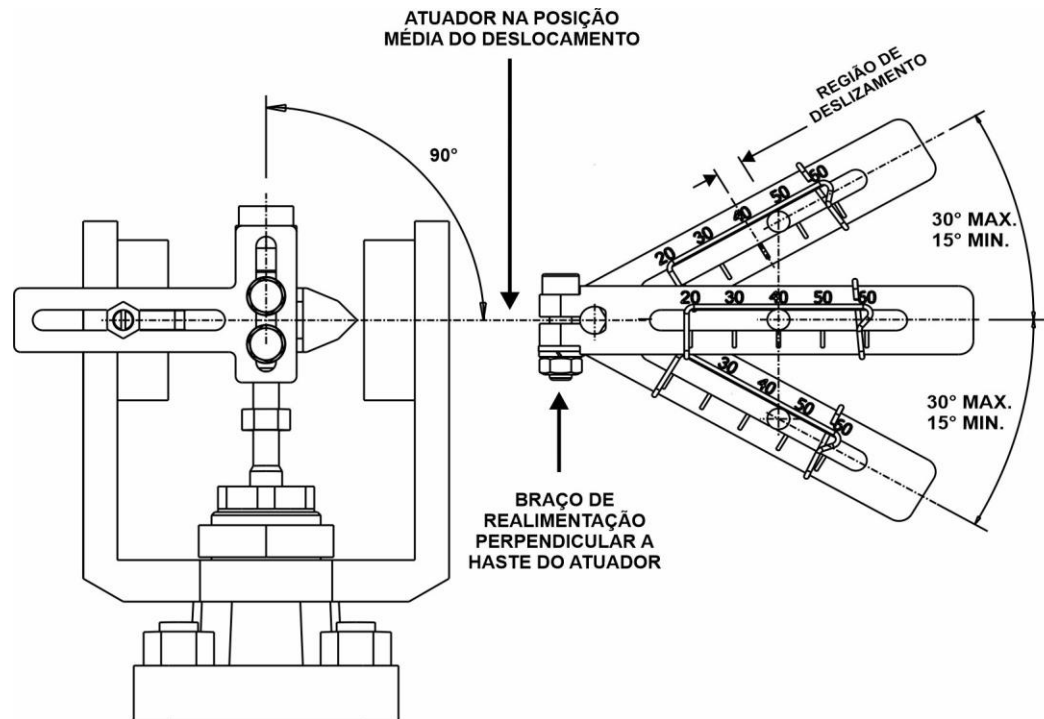

Figura 1.17 – Faixa admissível – suporte de montagem linear
11. Com o atuador em sua posição de deslocamento médio, ajuste a posição do suporte de montagem verticalmente para que o braço de realimentação fique perpendicular à haste. Veja figura 1.17.
12. Mova o atuador do batente superior ao batente inferior. O indicador de deslocamento deve mover dentro da faixa admissível, conforme mostrado na figura 1.17.